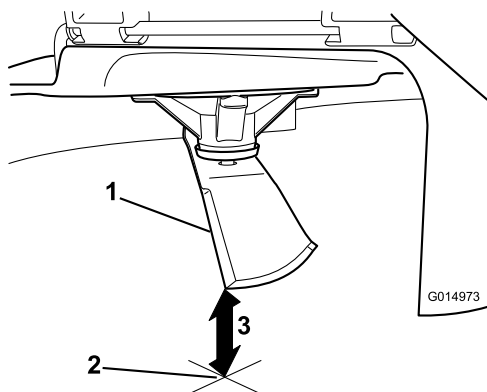

Figura 61
5. Misurate dalla punta della lama alla superficie piana (Figura 61).